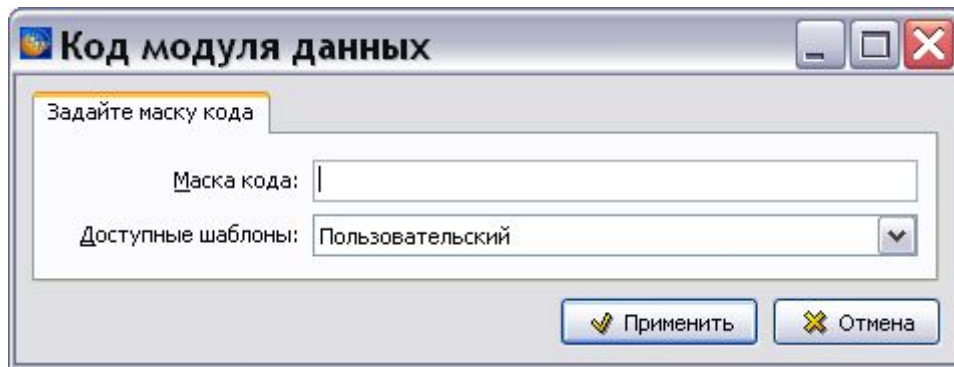

Рис. 8.230
4. В окне **Анализ** нажмите на кнопку **Применить**. После этого появится окно **Код модуля данных** (Рис. 8.230).